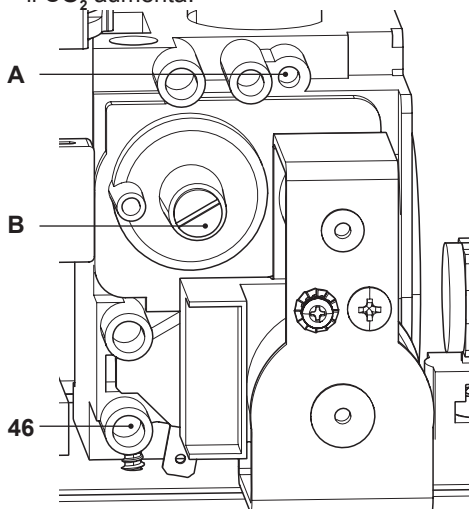

Figura 7.5
- A caldaia spenta (fuori servizio), controllare la pressione di alimentazione utilizzando la presa 46 in Figura 7.5 e confrontare il valore letto con quelli riportati nella tabella Pressioni di alimentazione gas nella sezione "Dati tecnici" pag. 26.
- Richiudere bene la presa di pressione 46 in Figura 7.5.
- Per tarare il CO_2 della caldaia (pressione del gas al bruciatore) svitare completamente il tappo in ottone di protezione B e agire sulla vite a brugola \varnothing 4 mm sottostante Figura 7.5, girando in senso orario il CO_2 aumenta.
- Se i due dati non coincidono agire sulla vite regolazione massimo RQ (A in Figura 7.5) della valvola gas e tarare il CO_2 allo stesso valore riportato nella sezione "Dati tecnici" in tabella "Dati in sanitario" pag. 26 (modello **M261.1616SV**) e pag. 30 (modello **M261.2025SV**). Girando in senso orario il CO_2 diminuisce.